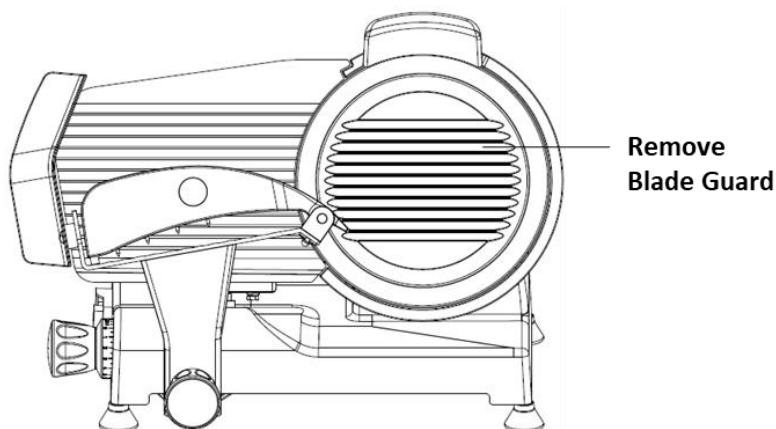

Bild 3
43. Skivaren bör rengöras efter varje användning eftersom lättfördärliga matrester kan samlas på skivaren eller bakom skärbladet (del ⑧).
47. Med ena handen platt på bladskyddet (del **9**) vrid den svarta bladskyddsknappen (**14** , som sitter på baksidan av skäraren bakom bladet) moturs tills bladskyddet (**9**) lossnar. (Se bild 3)
48. Ta bort de tre Phillips-skruvorna som håller fast bladet (del **8**). (Se bild 3) Bladet är nu frigjort från axeln och kan tas bort genom att försiktigt dra det utåt. **VAR EXTREM FÖRSIKTIGHET: Vi rekommenderar starkt att du använder skärsäkra handskar när du tar bort, rengör och sätter tillbaka bladet.**